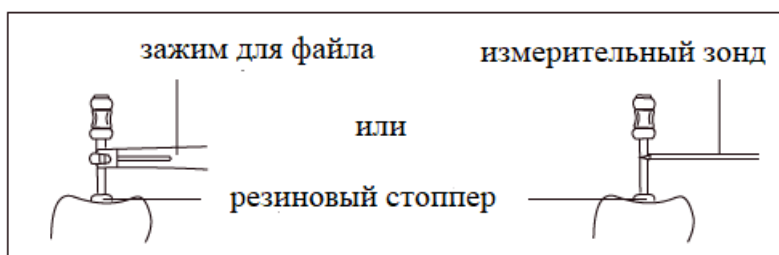

Рисунок 23
4.2.6 Когда файл достигнет апекса, отрегулируйте резиновый стоппер, установленный на эндофайле, до контрольной точки (режущий край или край бугра), затем вытащите эндофайл, измерьте длину между вершиной файла и стоппером - это рабочая длина зуба. Его также можно использовать с сенсорным датчиком вместо зажима для файла, когда неудобно измерять задние зубы [Рисунок 23].